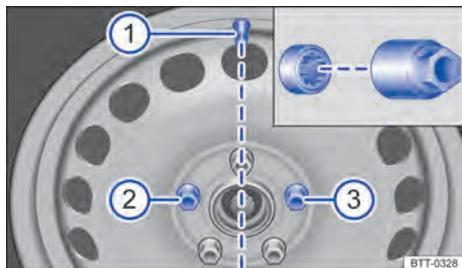

Fig. 167 Cambio de rueda: válvula del neumático ① y lugares de montaje del tornillo de rueda antirrobo ② o ③.
- Introduzca el adaptador en el tornillo antirrobo hasta el tope → fig. 167.
En las ruedas con tapacubos integrales, el tornillo de rueda antirrobo tiene que estar enroscado en la posición → fig. 167 ② o ③, tomando como referencia la posición de la válvula del neumático ①. De lo contrario no se podrá montar el tapacubos.